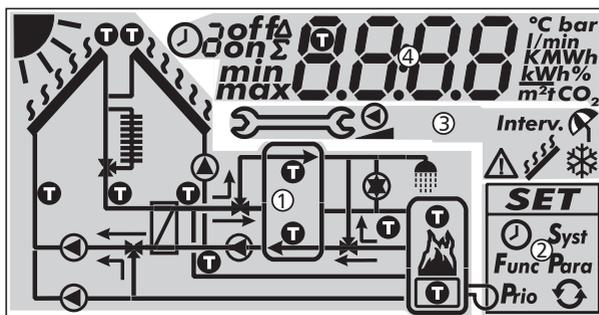

Fig. 7: Panoramica sulle aree del display (tutti gli elementi visibili)
La tabella seguente descrive i simboli nello schema del sistema (① nella fig. 7).
Il menu delle impostazioni (② nella fig. 7) contiene le seguenti voci:
La tabella seguente descrive i pittogrammi delle funzioni (③ nella fig. 7).
La visualizzazione dei dati di funzionamento e delle impostazioni (④ in fig. 7) è formato dai seguenti elementi: